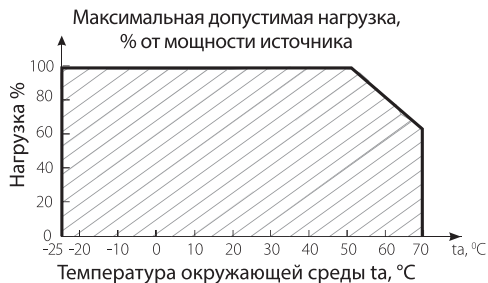

Рис. 1
- 4.3. Не нагружайте источник питания более 80% от его максимальной мощности. Учитывайте, что с повышением температуры окружающей среды, максимальная мощность источника питания снижается, см. график зависимости на Рис.1